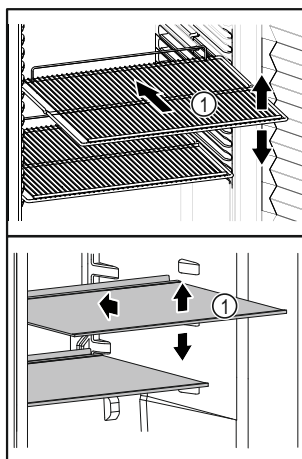

Fig. 9 Représentation à titre d'exemple
- ❑ Si les surfaces de rangement Fig. 9 (1) sont mobiles, les régler en hauteur.